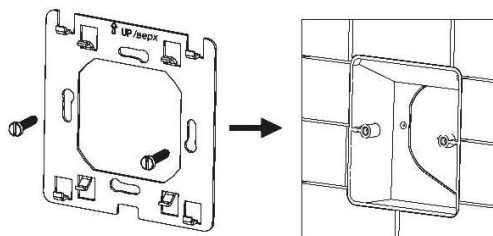
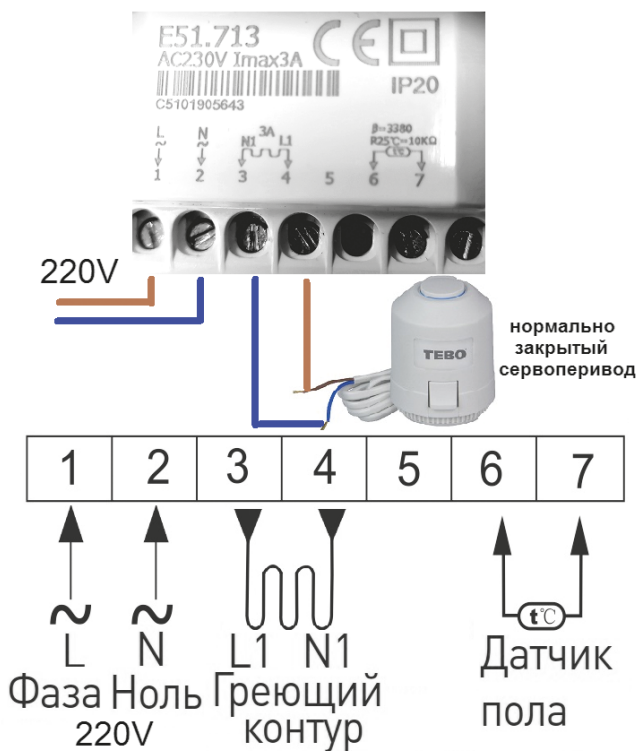

Рис. 4.
Рис. 5.
2. Подсоедините и закрепите монтажную пластину (см. **Рис. 4**) и провода согласно схеме подключения (см. **Рис. 5**).